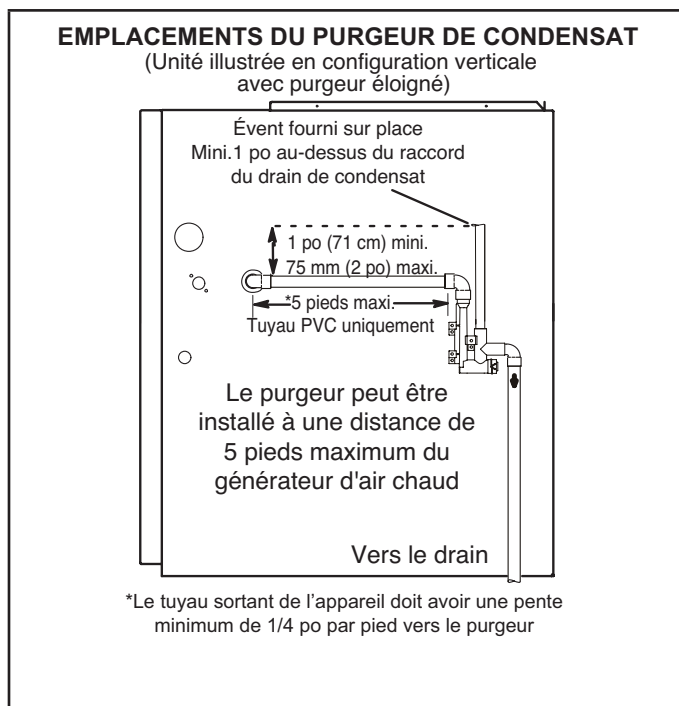
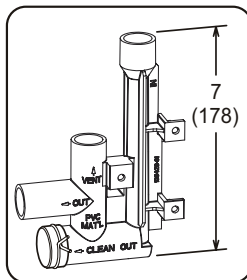

Figure 47
Figure 53
Cette unité est prévue pour une sortie à gauche ou à droite du tuyau de condensat en configuration ascendante. En configuration horizontale, le purgeur de condensat doit se prolonger en dessous du générateur. Prévoyez un dégagement d'entretien de 8 po pour le purgeur. Reportez-vous à la Figure 45 et à la Figure 47 pour les emplacements du purgeur de condensat. La Figure 53 illustre le purgeur avec un tuyau en PVC de 1/2 po ou de 3/4 po.
- 3 - Installez le bouchon sur l'ouverture de nettoyage à la base du purgeur. Fixez avec le collier. Reportez-vous à la Figure 53.
- 4 - Installez le purgeur à l'aide des raccords PVC appropriés et scellez tous les joints. Collez le purgeur fourni comme illustré à la Figure 53. Acheminez le conduit de condensat jusqu'à un drain ouvert. La conduite de condensat doit maintenir une pente descendante de 1/4" entre l'appareil et le drain.